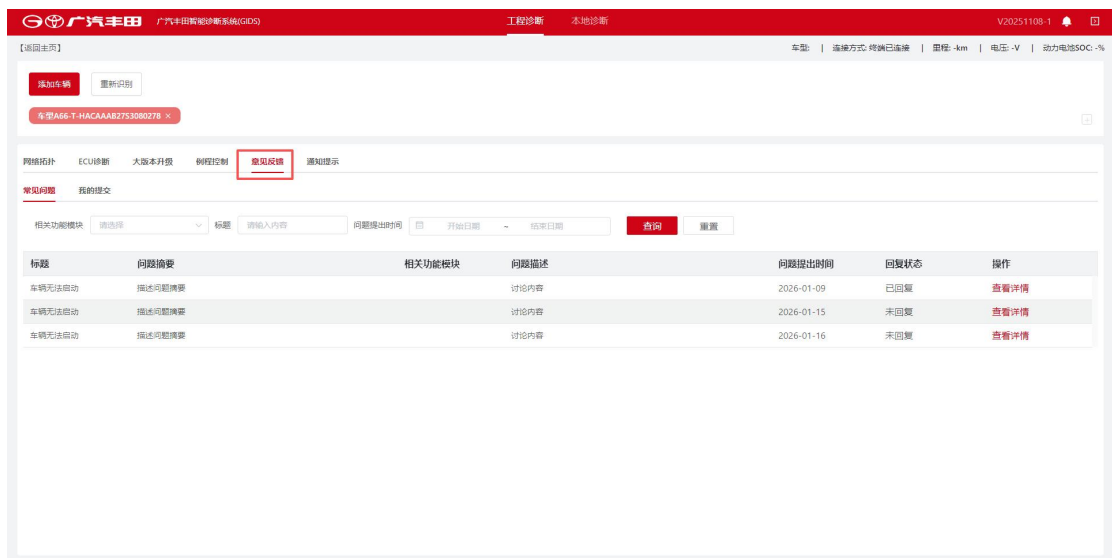

Рис. 8-1 Вкладка «Частые вопросы»
1. Нажмите вкладку [Обратная связь], чтобы открыть страницу обратной связи. По умолчанию открыта вкладка «Частые вопросы», как показано на Рис. 8-1 Вкладка «Частые вопросы».